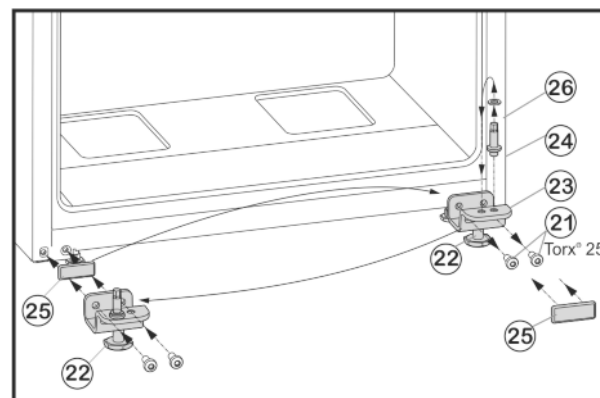

Fig. 6
- ▶ Bevestigingsbouten Fig. 6 (21) losschroeven.
- ▶ Lagerbok onder Fig. 6 (23) volledig met lagerbouten Fig. 6 (24), schijf Fig. 6 (26) en stelvoet Fig. 6 (22), verwijderen.
- ▶ Lagerbouten Fig. 6 (24) volledig met schijf Fig. 6 (26) losschroeven, terugplaatsen in het tegenoverliggende opnamemat van het lagerbok en weer vastschroeven.
- ▶ Afdekplaat Fig. 6 (25) voorzichtig verwijderen en terugplaatsen op de andere zijde.
- ▶ Lagerbok onder Fig. 6 (23) volledig met lagerbouten Fig. 6 (24), schijf Fig. 6 (26) en stelvoet Fig. 6 (22) weer op de nieuwe scharnierzijde evt. met behulp van een accuboormachine **vastschroeven (met 4 Nm)**.
- Onderste deur van bovenaf op scharnierpen Fig. 6 (24) plaatsen.
- Stelpoot Fig. 6 (22) van onderste scharnierblok Fig. 6 (23) eruit draaien, tot deze de vloer raakt.